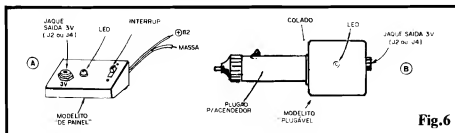

Fig.6
- 1 - Caixa para abrigar o circuito (ver sugestões/opções mais adiante, na fig. 6 e TEXTO).
- 1 - Interruptor simples (chave H-H mini), apenas recomendável no caso de instalação em "modelo de painel" - ver fig. 6 e TEXTO.
- 1 - "Plugão" para tomada de acendedor de cigarros (de painel de veículo) - ver fig. 6 TEXTO.
- FIG. 6 - SUGESTÕES PARA O ACABAMENTO DO C-12/3 - Devido às específicas características de uso, são duas as possibilidades de acabamento recomendadas (ou pelo menos sugeridas...) para o C-12/3. Em 6-A temos o "modelo de painel", no qual o circuito poderá ser embutido numa pequena caixa plástica, de preferência com painel frontal inclinado, a ser fixada embaixo do painel do veículo, expondo a face que conterá um jacue (tamanho J2 ou J4) para a Saída dos 3V, o LED piloto e o interruptor geral... Já em 6-B temos o "modelo plugável", com o circuito embutido numa caixinha de mínimas dimensões, esta acoplada (colada) à traseira de um "plugão" próprio para a tomada do acendedor de cigarros do carro... Neste caso, os contatos metálicos do dito "plugão" serão ligados à Entrada do circuitinho, enquanto que a Saída será aplicada via jacue (J2 ou J4, dependendo do tipo de conector "macho" conveniente para o equipamento a ser alimentado...) situado na parte oposta da caixinha principal... Numa das faces maiores da dita caixinha, pode ficar o
Por demais óbvia para merecer "grandes" explicações, a utilização do CONVERSOR é extremamente simples e direta: basta intercalá-lo (por qualquer dos métodos/modelos sugeridos na fig. 6) entre os 12V nominais do sistema elétrico do veículo e a Entrada de Alimentação Externa do equipamento, walkman, CD-Player, etc. A confiabilidade é total, e ser corretamente montado o dispositivo não tem como causar danos ao equipamento energizado, muito pelo contrário...! Na verdade, a estabilização é tão boa que mesmo baterias radicalmente baixas (a ponto de não permitir o funcionamento do carro...) ou exageradamente altas (a ponto de "queimar" algum outro dispositivo do sistema elétrico convencional do veículo...) farão com que - na Saída do C-12/3 "apareçam" os exatos, fixos e estáveis 3V esperados!